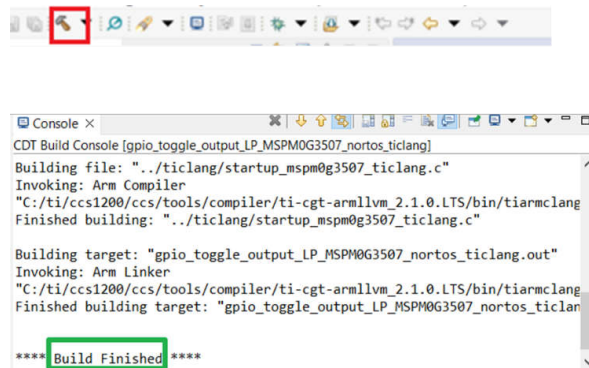

图 2-38. 成功构建
- 完成软件评估后，请点击主工具栏中的“Build”图标，如图 2-38 所示。出现“Build Finished”字样即表示已成功编译。